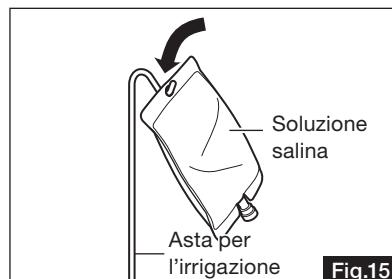

Fig.15
- 2) Appendere la soluzione salina all'asta per l'irrigazione, rimuovere il cappuccio dell'ago del tubo per l'irrigazione e inserirlo nell'apertura della bottiglia (Fig. 15).